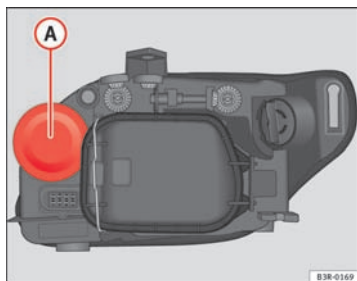

Fig. 220 Ampoule du clignotant
- Retirez le cache en caoutchouc ⇒ fig. 220 et tirez.